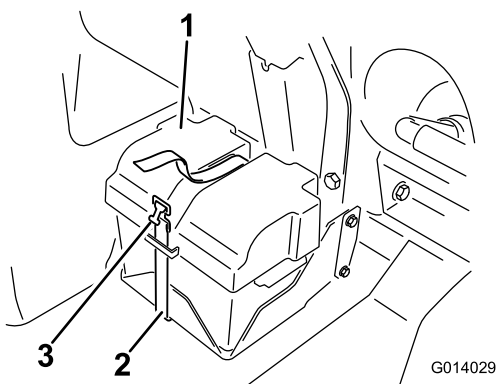
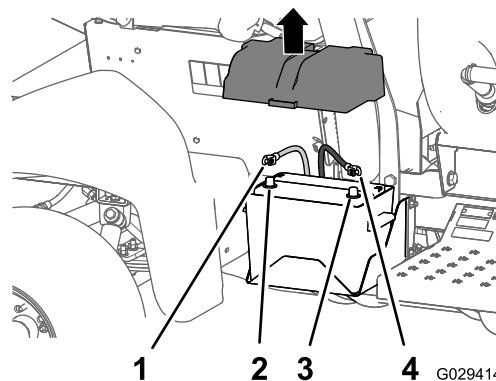

Figura 3
Figura 4
3. Retire a cobertura da bateria e desligue o cabo negativo (preto-terra) do polo da bateria (Figura 3 e Figura 4).
4. Desligue o cabo positivo (vermelho) do polo da bateria (Figura 4).